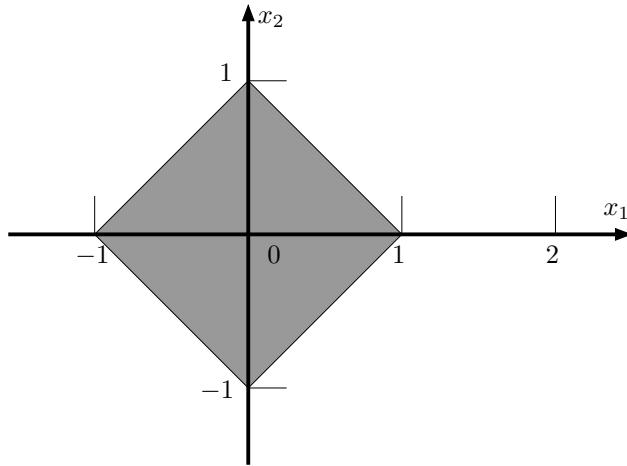

Figura 2.4
**Risoluzione.** Si vede facilmente come la regione ammissibile sia vuota. Infatti, osservando la figura 2.4, i primi quattro vincoli del problema definiscono la regione in grigio, la quale risulta incompatibile col vincolo  $x_1 \geq 2$ . Quindi il problema è inammissibile.